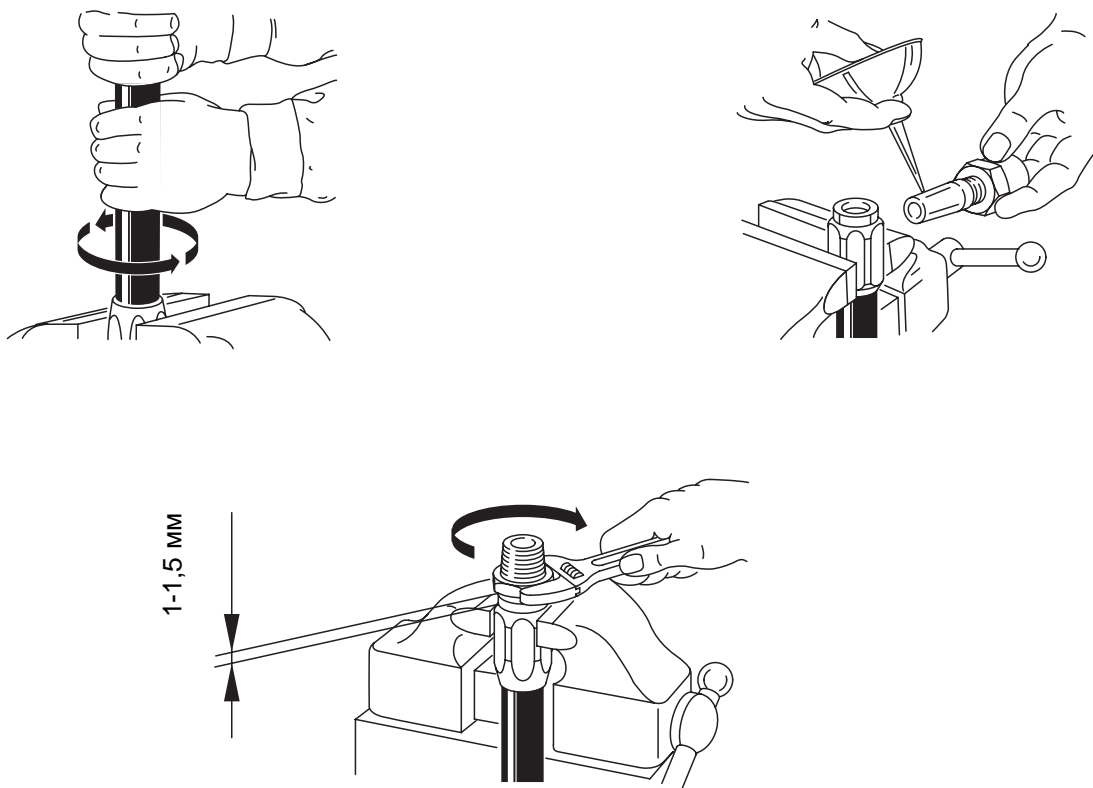

Рис. 404 Подготовка шлангопроводов к монтажу
- Оболочка шланга не снимается. Зажмите патрон и вверните шланг против часовой стрелки в патрон до упора, затем вращайте его в обратную сторону (см. Рис. 404).
- Ввертывать ниппель на шестиграннике следует по часовой стрелке в патрон и шланг до тех пор, пока шестигранник не будет прилегать к патрону с зазором ок. 1,0 – 1,5 мм. Не затягивать (см. Рис. 404).